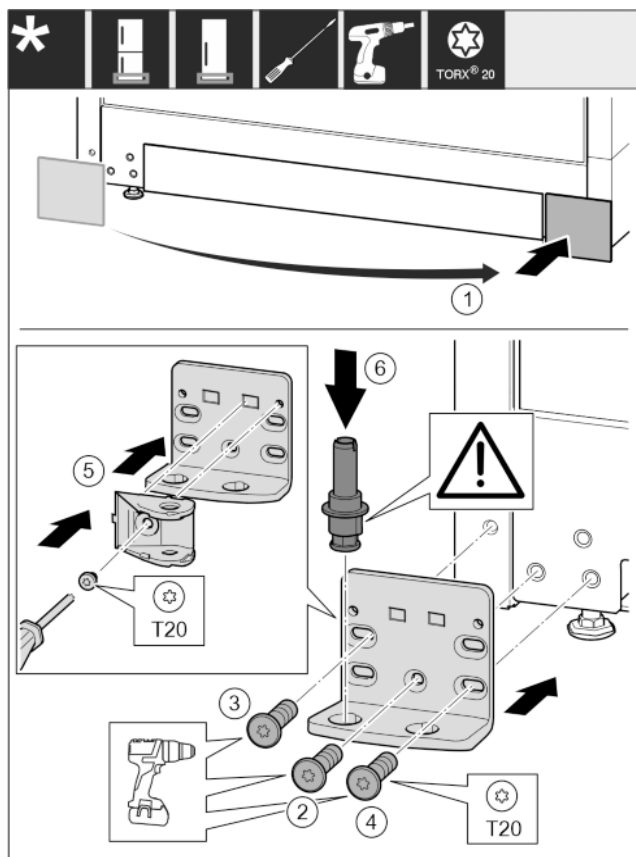

Fig. 28
- Enlever le cache et le mettre de l'autre côté. *Fig. 28 (1)*
- Poser le support de palier de l'autre côté et le visser à l'aide d'un tournevis T20. Commencer par la vis 2 en bas au milieu. *Fig. 28 (2)*
- Visser les vis 3 et 4. *Fig. 28 (3,4)*
- Tourner le joint amortisseur de fermeture de 180°. La visser de l'autre côté du support de palier avec un tournevis T20. *Fig. 28 (5)*
- Mettre en place l'axe de palier complet. Veiller à ce que l'ergot d'enclenchement soit orienté en arrière. *Fig. 28 (6)*